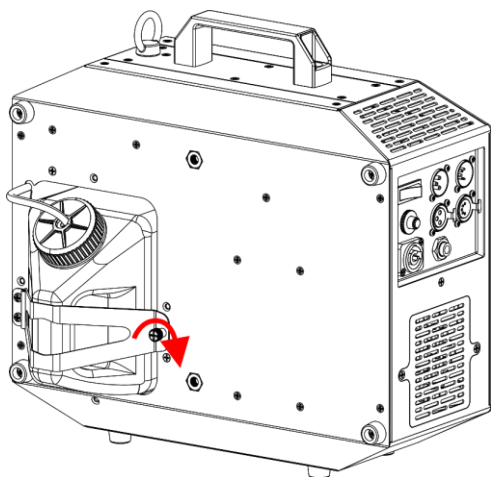

Fig. 24
- 19) Serrare la vite di sicurezza della **staffa del serbatoio (04)**, come mostrato nella Fig. 24.